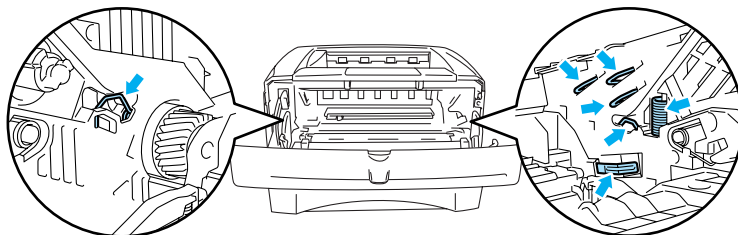

Figure 5-17
- Pour éviter tout dommage à l'imprimante résultant de l'électricité statique, ne mettez pas les doigts sur les électrodes indiquées dans la figure 5-17.